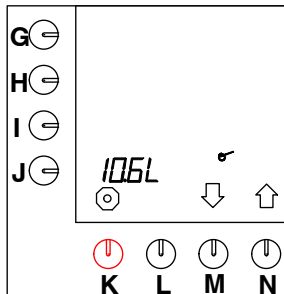

Fig. 20 Total vannmengde
- Etter at masterkoden er tastet inn, vil fig.20 vises på displayet.